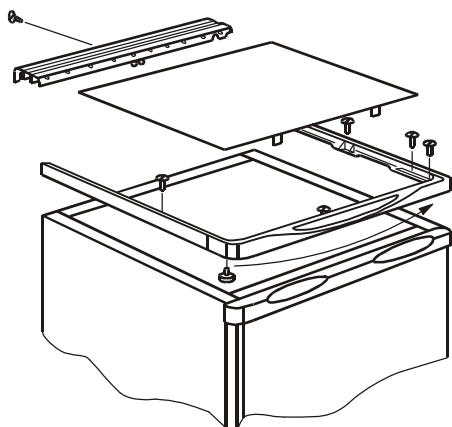

Рис. 22. Снятие плоскости установочной
- ♦ снять петлю верхнюю двери, открутив болты, крепящие ее к верхней плоскости шкафа, придерживая дверь. Снять дверь. Ось петли, при перенавеске двери, снять и установить по новому месту крепления; установить петлю верхнюю на противоположной стороне шкафа (рис. 22, 23);
- е) снять петлю верхнюю, отвинтив болты, крепящие ее к верхней плоскости шкафа. Ось петли, при перенавеске двери, установить по новому месту крепления (рис. 22, 23);